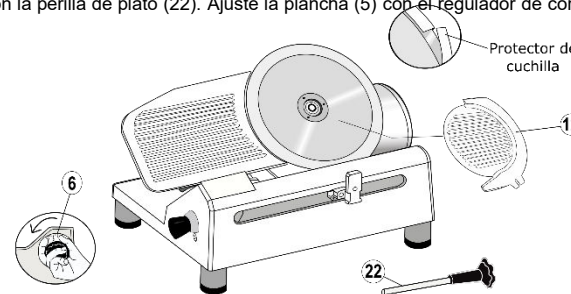

FIG 1. CÓMO QUITAR PROTECTOR DEL DISCO-CUCHILLA
C.- Saque el ensamble de carro. Haga lo mismo con el ensamble de la base (10) levantándolo con la ayuda de otra persona.
E.- Retire el protector plástico de la orilla del disco-cuchilla (5) considerando las siguientes instrucciones (Ver Fig. 1):
- Gire la Perilla reguladora de corte (6) en contra de las manecillas del reloj hasta que se detenga.
- Quite el plato de protección (12) después de desatornillar la perilla del plato (22) ubicada en la parte posterior.
- Una vez que haya retirado el protector del disco-cuchilla, vuelva a colocar el plato de protección (12) y asegúrelo con la perilla de plato (22). Ajuste la plancha (5) con el regulador de corte (6).